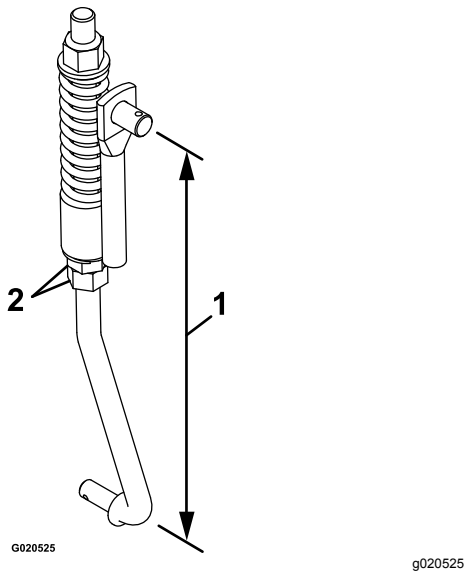

Figure 47
8. Réglez la longueur de la tringlerie à l'aide des 2 écrous situés au bas de l'ensemble ressort vertical (Figure 47).